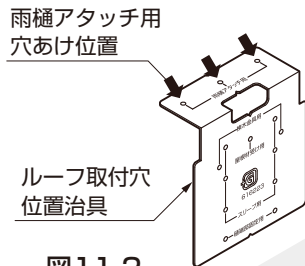
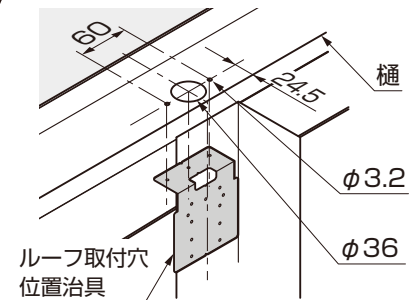

図11-2
図11-3 A部詳細図
- ①ルーフ取付穴位置治具を樋にあて、ケガキ、ドリルで水抜き穴 $\phi 36$ と雨樋アタッチメント取付穴 $\phi 3.2$ をあけてください。(図11-2、図11-3参照)